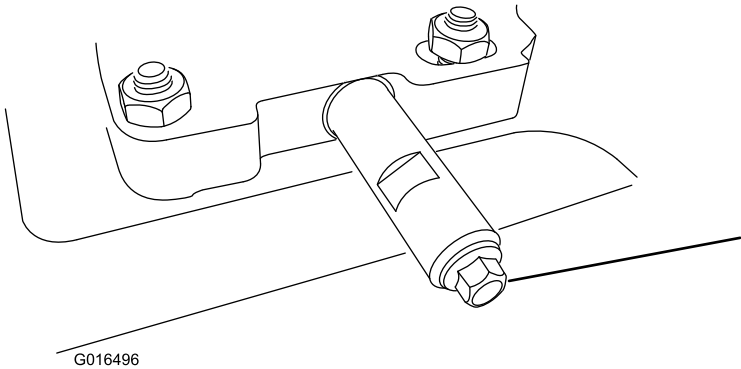

Bild 35
2. Reinigen Sie den Bereich um die Ölablassmutter (Bild 35).